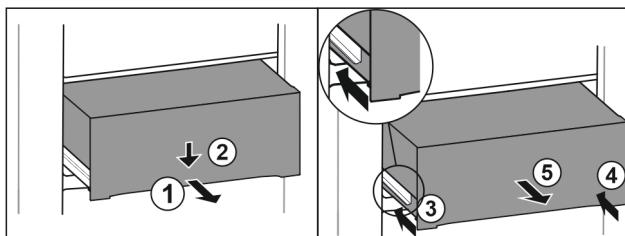

Fig. 98
- ▶ 将抽屉拉出一半。Fig. 98 (1)
- ▶ 朝下按压正面的抽屉。Fig. 98 (2)
- ▶ 将左侧轨道推入大约 2 cm。Fig. 98 (3)
- ▶ 将右侧轨道推入大约 2 cm。Fig. 98 (4)
- ▶ 朝前取出抽屉。Fig. 98 (5)